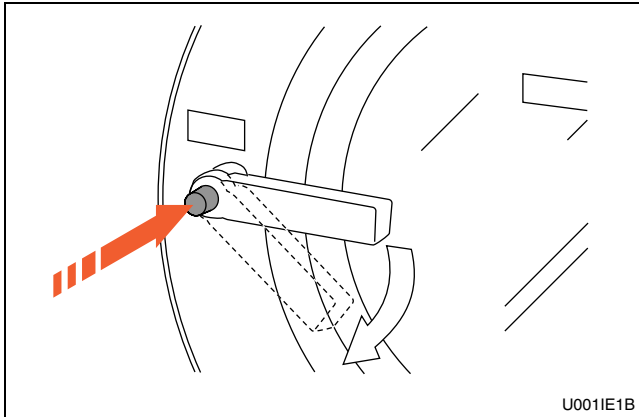

Figura 16
2. Pulse el botón y gire la palanca hacia la derecha para abrir. Consulte la *Figura 16*.